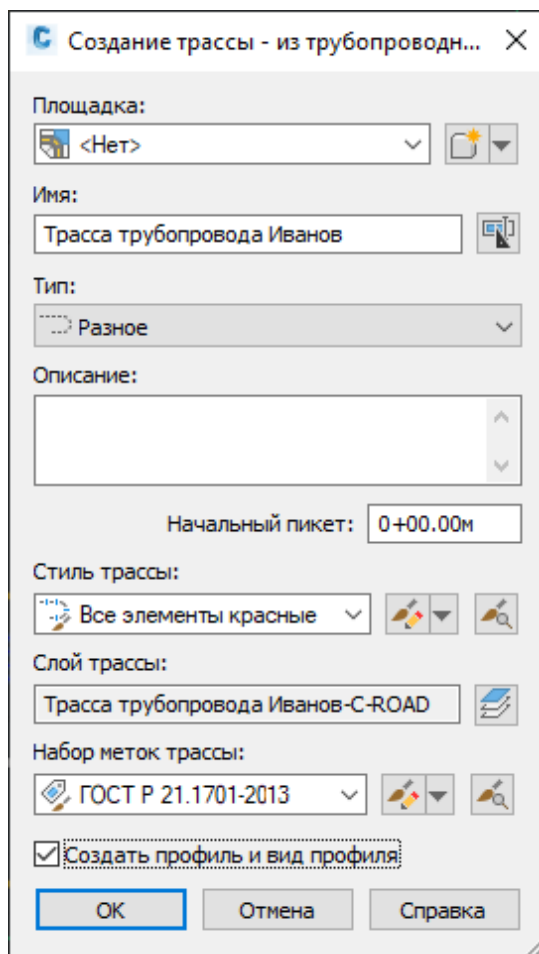

Рис. 4.5. Параметры при создании трассы трубопровода
12. В окне создания трассы укажите следующие параметры (рис. 4.5):